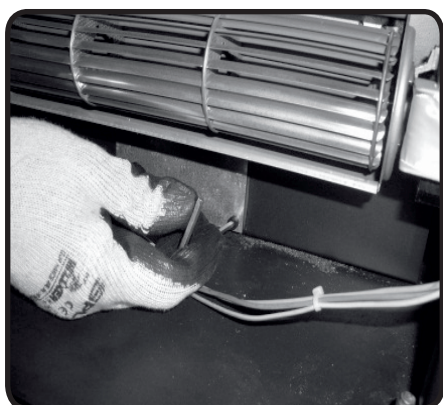

Abb. 15b: Aufschrauben der inneren Abdeckplatte
2. Entfernen Sie alle Schrauben (2 bzw. 4x) der Abdeckplatte mit einem Schraubenschlüssel (4 mm) wie in Abbildung 15b dargestellt.